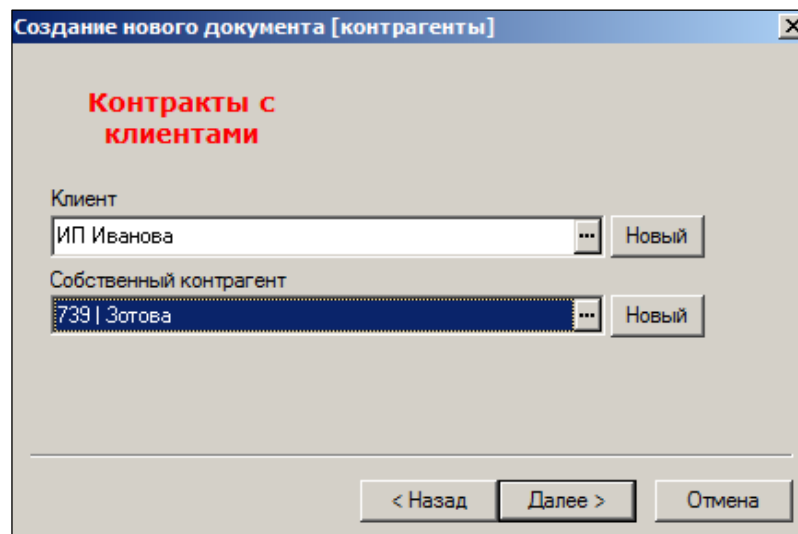

Рисунок 25 – Создание контракта с клиентами (2)
2. Указать заказчика и исполнителя (Рисунок 25):